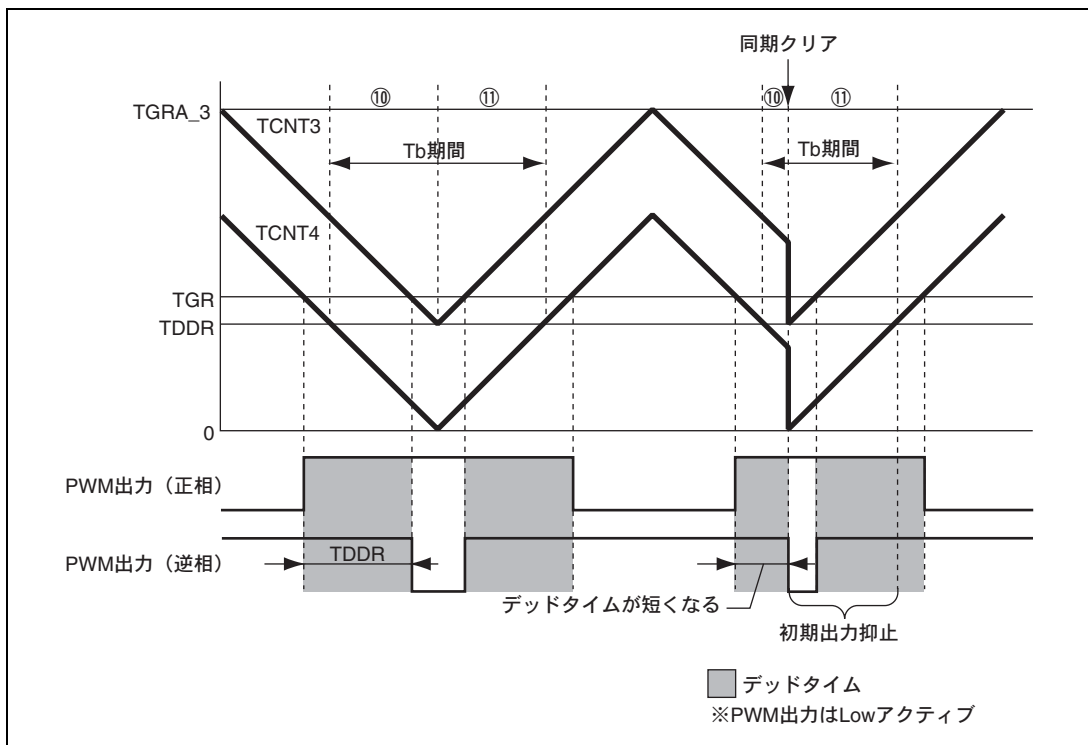

図 12.113 条件 (1) の同期クリア例
条件 (1) 初期出力の抑止期間⑩にて、PWM 出力がデッドタイム期間中に、同期クリアする (図 12.113)。